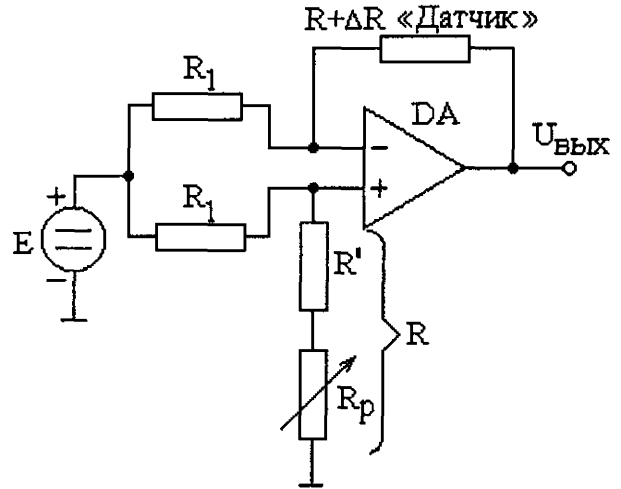

Рис. 2.47. Мостовой усилитель
**Мостовой усилитель.** Усилитель (рис. 2.47) предназначен для преобразования изменения сопротивления в электрический сигнал. В обратную связь ОУ может быть включён датчик с потенциометрическим выходом, сопротивление которого в отсутствие сигнала равно  $R$ , а в процессе преобразования физической величины получает приращение  $\Delta R$ . Перед измерением схема балансируется резистором  $R_p$  (устанавливается нулевое вы-